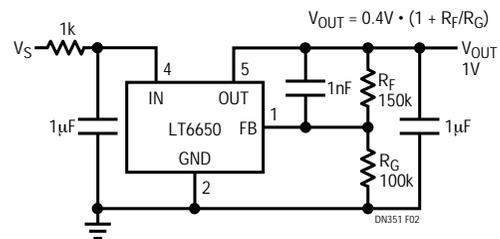

図2 . 0.4Vを超す出力電圧のための標準的直列接続
0.4Vを超すリファレンス電位が必要なアプリケーションでは、単に帰還電圧分割器を追加してバッファ・オペアンプをプログラムし、利得を与えます。帰還部品を追加して0.4Vを超えるリファレンス電圧を発生させる標準的接続方法を図2に示します。この構成法では、使用される電源電圧から0.35V下(ドロップアウト電圧)までの任意のリファレンス電圧を設定することができます。抵抗 $R_G$ を10k ~ 100kの範囲で選択してリファレンスの静止負荷を設定してから、必要な利得のために単に抵抗 $R_F$ を選択します。この図では固定部品の値が示されていますが、必要なら可変素子を使用してリファレンスの出力を動的に変化させることができます。電源ノイズ除去を改善するため入力に追加されたRCフィルタと、ノイズ利得の減少と負荷応答の減衰特性の改善の両方に役立つ帰還コンデンサも図2に示されています。LT6650の動作電流は小さいので入力の直列抵抗が低損失動作を大きく損なうことはありません。